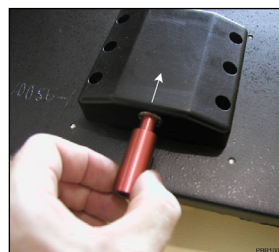
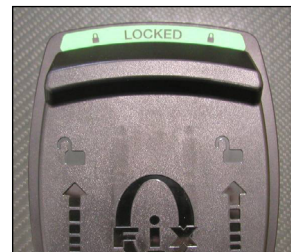

图 30
图 31
1. 将红色定位销的公端推入 CT 覆盖罩下侧块中的插口内 (图 30) 直至顶部的手柄显示 “LOCKED” (锁定) (图 31)。